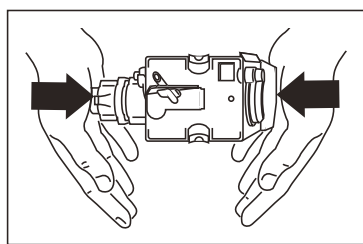

Рис. 43
Примечание: Если варочная группа тяжело вставляется, сначала с силой сожмите ее до нужного размера, надавив снизу и сверху (Рис. 43).
- ▶ После установки убедитесь, что красные кнопки вернулись в исходное положение; в противном случае служебная дверца не может быть закрыта (Рис. 43).